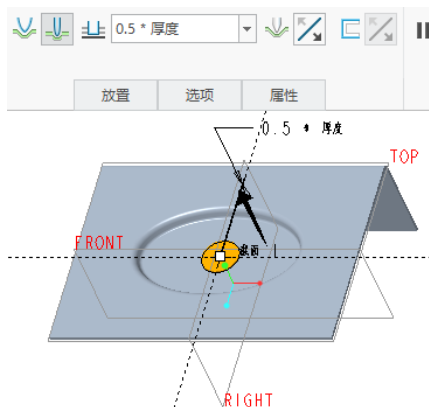

图 2-56 接受默认的穿孔深度值和成型方向
(4) 在 (成型深度) 框中设置穿孔深度值, 穿孔深度的有效值为 0 到钣金件壁的厚度值。在本例中接受默认的穿孔深度值为 “0.5 * 厚度”, 并接受默认的成型方向, 此时如图 2-56 所示。